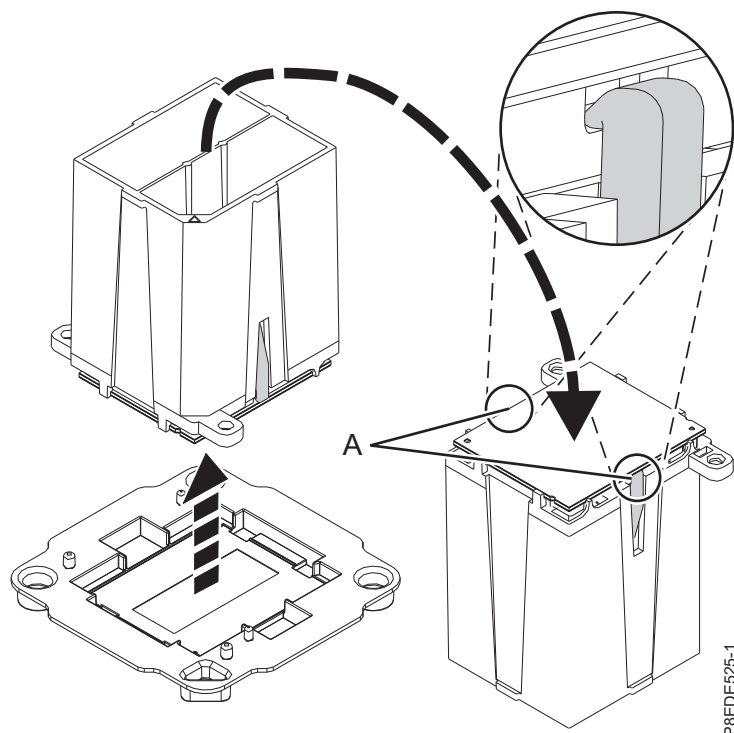

Figure 35. Préparation à l'installation du module processeur système
- b. Vérifiez que les deux pinces (A) agrippent fermement le module processeur système, comme illustré dans la figure 35.